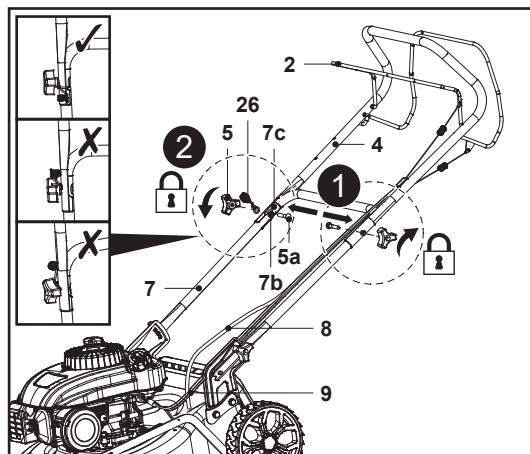

Fig. 2
2. Faire passer un boulon de montage (M8 x 48) (5a) dans les trous de montage (7b, 4a) du guidon inférieur (7), le manchon (7c) et le guidon supérieur (4) jusqu'en butée (Fig. 2, étape 1), puis fixer le bouton de verrouillage (5).
3. Fixer le crochet pour la poignée du lanceur (26) sur le filetage du boulon de montage (M8 x 48) (5a) sur le côté droit du guidon (vu depuis la position de l'opérateur), puis fixer le guidon en vissant le bouton de verrouillage (5) dans le sens horaire (Fig. 2, étape 2).